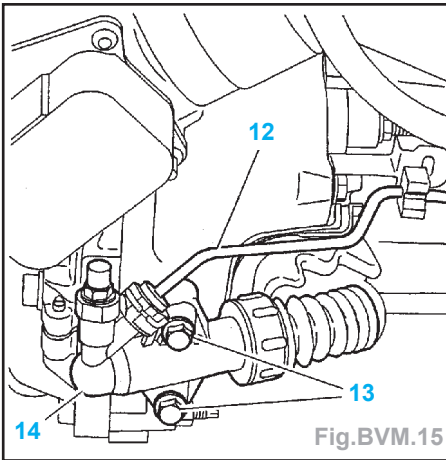

Fig.BVM.15
- Décliper le tuyau (12) (Fig.BVM.15).
- Déposer les 2 écrous (13) et dégager la commande hydraulique d'embrayage (14).